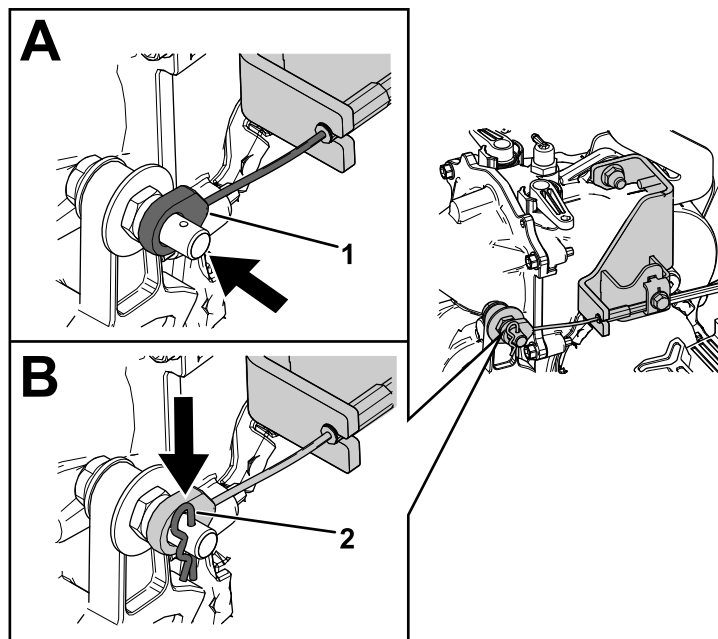

Figura 14
4. Instale o cabo da transmissão hidrostática ao parafuso no conjunto da transmissão hidrostática e prenda-o com o perno de gancho (Figura 14).